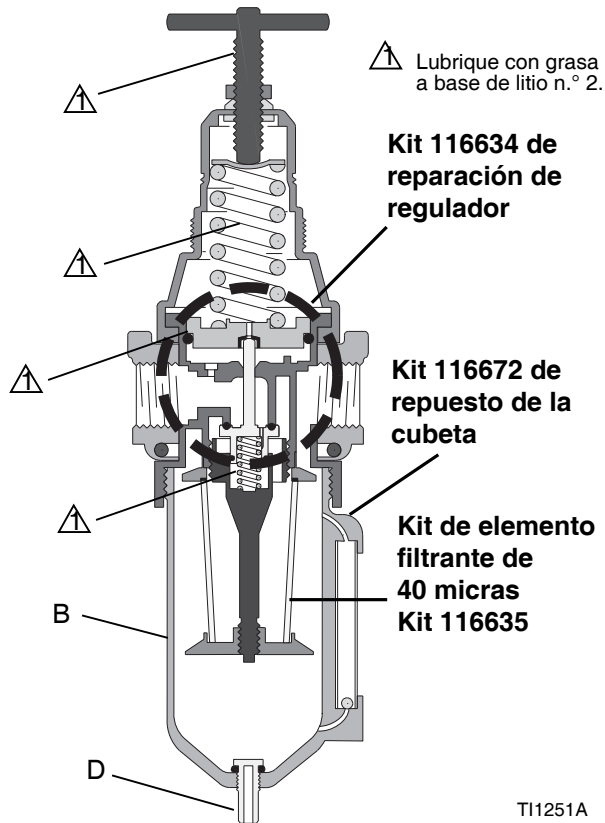

FIG. 1: 116521 y 17C498, Kits de reparación
Cada día, abra el drenaje (D), situado en la parte inferior de la cubeta (B) para vaciar el contenido de la cubeta antes de que alcance el nivel del deflector. Consulte FIG. 1.
Lubrique el área del cojinete, todas las juntas tóricas, las roscas de los tornillos de ajuste y los extremos de resorte con una grasa con base de litio n.º 2. Consulte FIG. 1. Vuelva a montar el regulador.